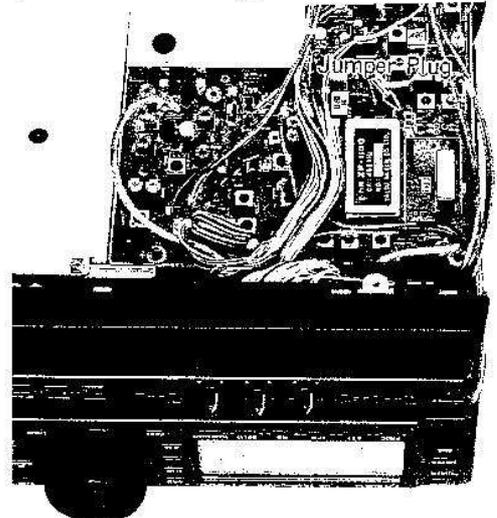

Figura 10: Ubicación del Filtros CW, y SSB Cerámico
- Refiérase a la Figura 10, y determine la ubicación correcta del filtro (o de los filtros) que está instalando. (No es posible instalar ambos, el XF-110C y XF-110CN, ya que ocupan el mismo lugar.) Si va a instalar alguno de ellos para recepción estrecha en CW, saque el puente.